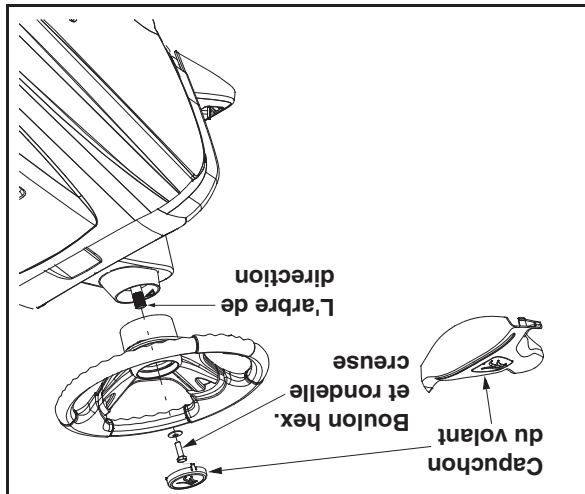

Figure 3
**REMARQUE:** Il y a deux styles de capuchon de volant. Voir la Figure 3. Les styles varient par le modèle.
- Positionnez le capuchon du volant au milieu du volant et appuyez à la main. Voir la Figure 3.